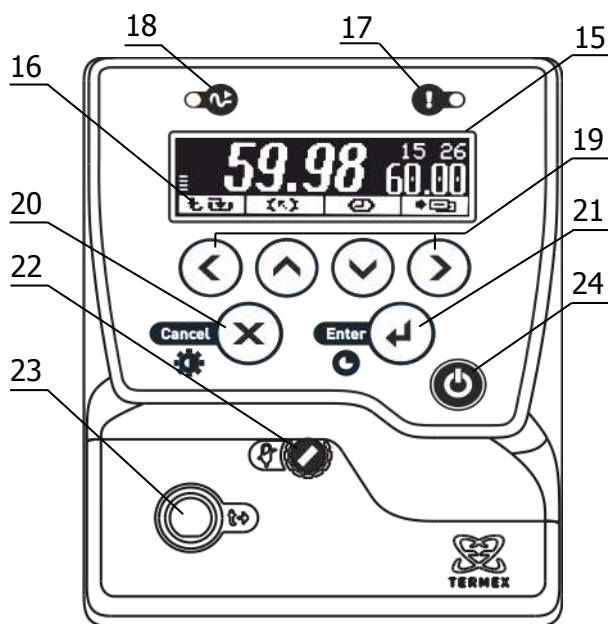

Рисунок 2 – Лицевая панель
Система безопасности блока регулирования отключает двигатель насоса и нагреватель при срабатывании хотя бы одной из защит или неисправности датчика температуры (1.2.13). При срабатывании системы безопасности раздается звуковой сигнал, загорается индикатор 17 (рисунок 2) и на дисплей 15 выводится информация о причине неисправности.
2.3.1 После подключения сетевого кабеля к электрической сети блок регулирования переходит в режим ожидания. Подключение сопровождается кратковременной подсветкой дисплея 15 (рисунок 2).
2.3.6 Для регулировки яркости подсветки или контраста дисплея нажать кнопку 20 (X), выбрать изменяемый параметр кнопками (▲) и (▼) и установить его значение кнопками (◀) и (▶). Зафиксировать изменение нажатием кнопки 21 (↵) (рисунок 2).
2.5.6 Для выбора уставки в качестве текущей кнопками ($\blacktriangle$) и ($\blacktriangledown$) подвести к ней указатель. Значение отмеченной указателем уставки дублируется крупными цифрами в правой части дисплея. Для подтверждения выбора отмеченной уставки нажать кнопку 21 ($\leftarrow$). Для отмены выбора нажать кнопку 20 ($\times$) (рисунок 2).
2.5.7 Для изменения численного значения отмеченной указателем уставки нажать кнопку ($\blacktriangleright$). На рамке, обрамляющей значение уставки в правой части дисплея, появятся "засечки", указывающие на изменяемую позицию в численном значении. Цифра в отмеченной позиции мигает. Нажатиями кнопок ($\blacktriangle$) и ($\blacktriangledown$) установить требуемую цифру в отмеченной позиции. Если удерживать кнопку нажатой, значение уставки будет изменяться непрерывно. Нажатиями кнопок ($\blacktriangleleft$) и ($\blacktriangleright$) переместить отметку изменяемой позиции. Дискретность изменения значения уставки зависит от положения изменяемой позиции: если отмечена позиция десятков, то при единичном нажатии кнопки ($\blacktriangle$) или ($\blacktriangledown$) значение уставки изменится на 10 °C. Если отмечена позиция десятых долей, то значение уставки изменится на 0.1 °C соответственно. Закончить ввод нового значения уставки нажатием кнопки 21 ($\leftarrow$). Для возврата к значению уставки до ее изменения нажать кнопку 20 ($\times$) (рисунок 2).
2.6.3 При срабатывании защиты раздается звуковой сигнал и загорается красный индикатор срабатывания системы безопасности 17 (рисунок 2). Работа насоса и нагревателя будет блокирована. На дисплее отобразится текущее состояние системы защит.
2.6.5 После устранения причины срабатывания защиты или ее отключения кнопкой (►) индикатор 17 (рисунок 2) погаснет. Перевести блок регулирования в рабочий режим нажатием кнопки 21 (↵).